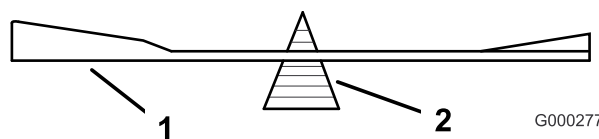
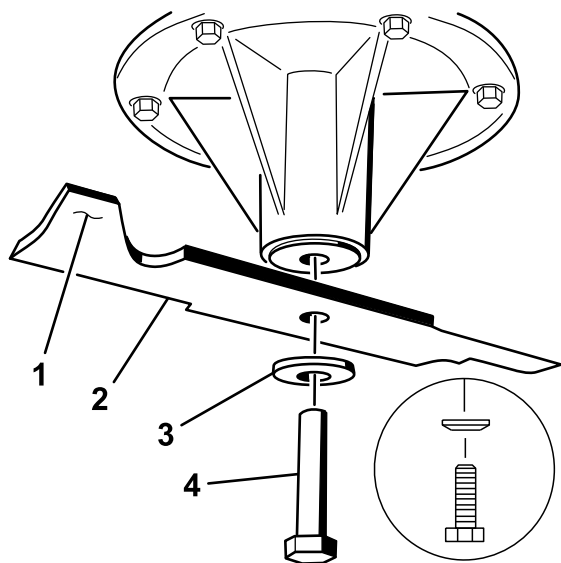

Figure 94
Figure 95
2. Vérifiez l'équilibre de la lame en la plaçant sur un équilibreur (Figure 94). Si la lame reste horizontale, elle est équilibrée et peut être utilisée. Si la lame est déséquilibrée, limez un peu l'extrémité de la partie relevée seulement (Figure 95). Répétez cette procédure jusqu'à ce que la lame soit équilibrée.
1. Placez la lame sur l'axe (Figure 95).
2. Mettez en place la rondelle élastique et le boulon de la lame. Le côté bombé de la rondelle élastique doit être dirigé vers la tête du boulon (Figure 95). Serrez le boulon de la lame à un couple de 115 à 150 Nm (85 à 110 pi-lb).